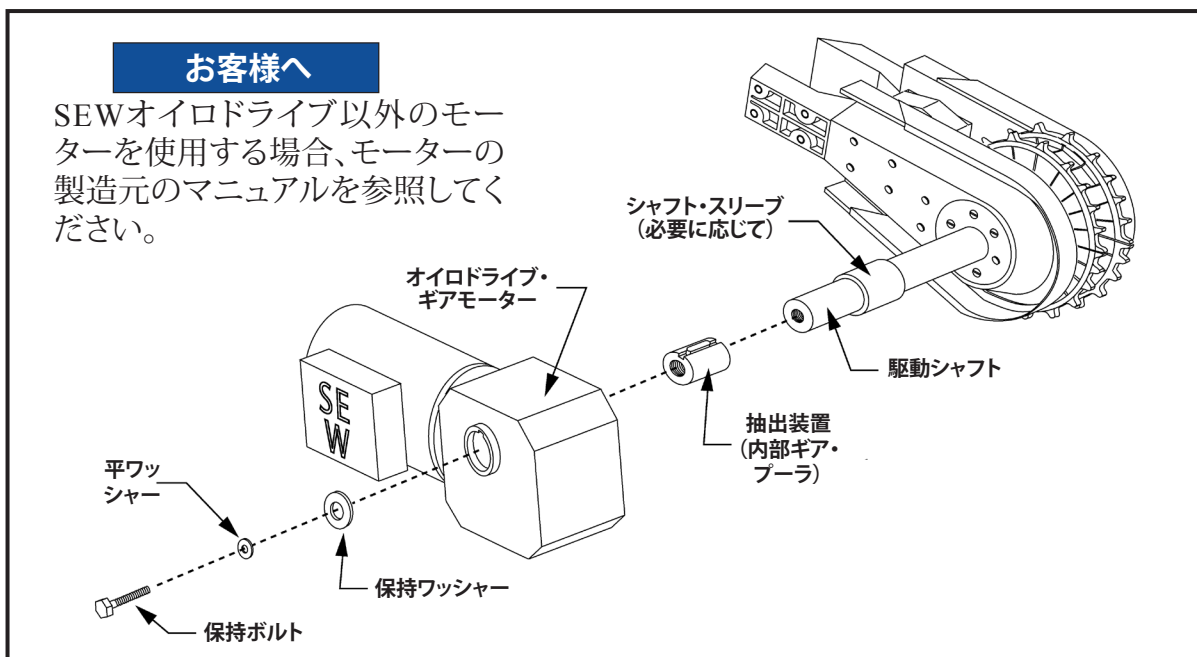

図34: SEWオイドライブ・ギアモーターの組立
- 以下のとおりコンポーネントを組み立てます。図34にある分解図を参照してください。